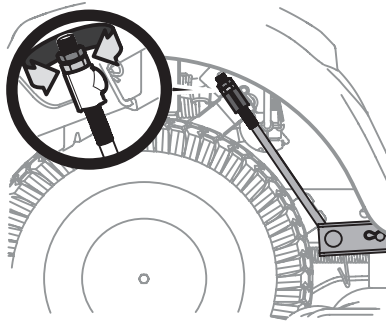

Figure 22
- Une tige de réglage se trouve sous chaque aile arrière, près des roues. Voir Figure 22.